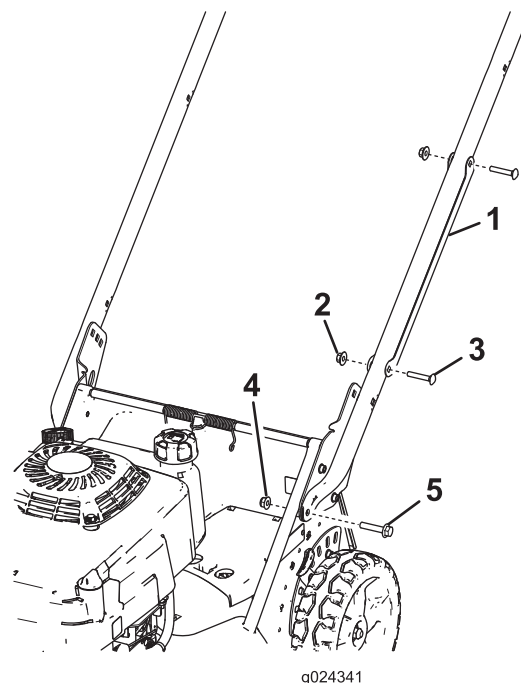

Figure 3
1. Retirez les 2 boulons de carrosserie et les 2 contre-écrous qui fixent le protège-câble au guidon et déposez le protège-câble du guidon (Figure 3).
2. Fixez les extrémités du guidon au carter de la tondeuse au moyen de 2 boulons à tête-embase hexagonale (5/16 x 1-1/2 po) et de 2 écrous à embase (5/16 po), comme montré à la Figure 3.
fixez le protège-câble sur le guidon à l'aide des 2 boulons de carrosserie et des 2 contre-écrous retirés précédemment (Figure 3).